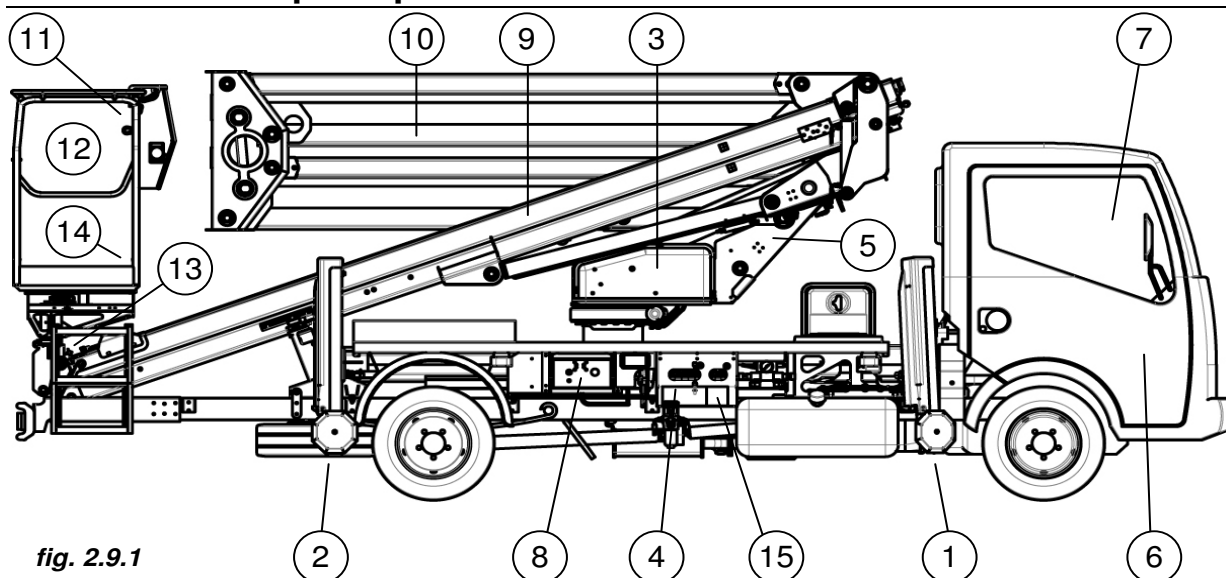

fig. 2.9.1
Il y en a une sur chaque cylindre stabilisateur (*pos. 1, fig. 2.10.4*), une sur le cylindre d'élévation du bras télescopique, une sur le cylindre d'extension du bras télescopique (*pos. 9, fig. 2.9.1*), une sur le cylindre de soulèvement du pantographe (*pos. 10, fig. 2.9.1*), une sur le cylindre de mise à niveau de la nacelle de travail et une sur le cylindre de rotation de la nacelle de travail (*pos. 12, fig. 2.9.1*).